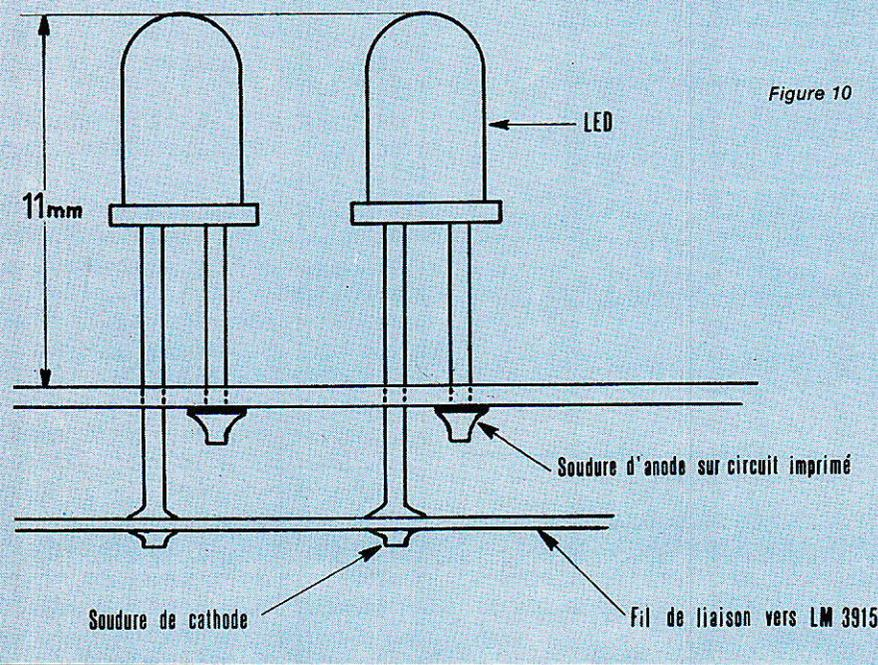

Figure 10
- **marge de gain** : on la définit (figure 10) comme l'écart AM entre le point critique $A = -1$, et le point M du lieu de Nyquist situé sur l'axe des réels, point pour lequel l'argument de $T(j\omega)$ vaut 180° . Généralement, cette marge de gain s'exprime en dB.
Pour éviter la difficulté que représente la réalisation d'un circuit imprimé double face, les fils de cathode des LED sont soudés ensemble par un fil étamé, rangée par rangée, selon la figure 10.